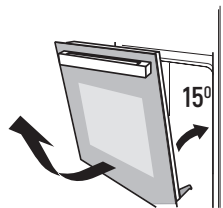

Рисунок 2
2. Переведите дверь в полузакрытое положение, чтобы она располагалась под углом примерно 15°. Поднимите и медленно вытяните дверь, отсоединив ее от духового шкафа. (Рисунок 2)